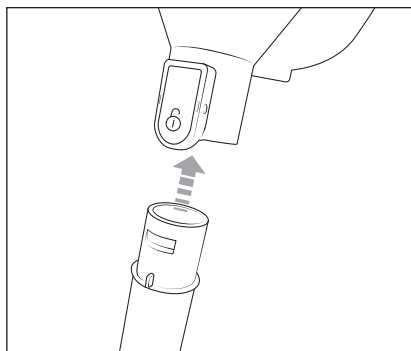

Fig. 1
- 1) Coloque o tubo telescópico de aspiração **16** na abertura de aspiração do aparelho, até encaixar de forma audível (ver fig. 1). Tenha atenção à posição correta do bloqueio.